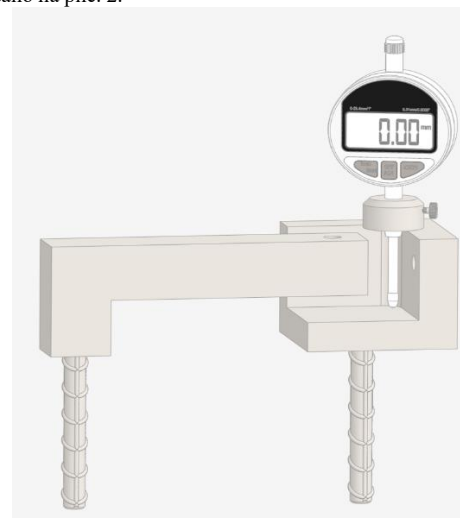

Рис.2 –Установка трещиномера в нулевое положение перед проведением измерений
2.1 Перед проведением измерений установите на индикаторную головку шайбу упорную (4), затените упорный винт и проведите начальное выставление в нулевое положение индикаторной головки по референсной высоте основания, как показано на рис. 2.